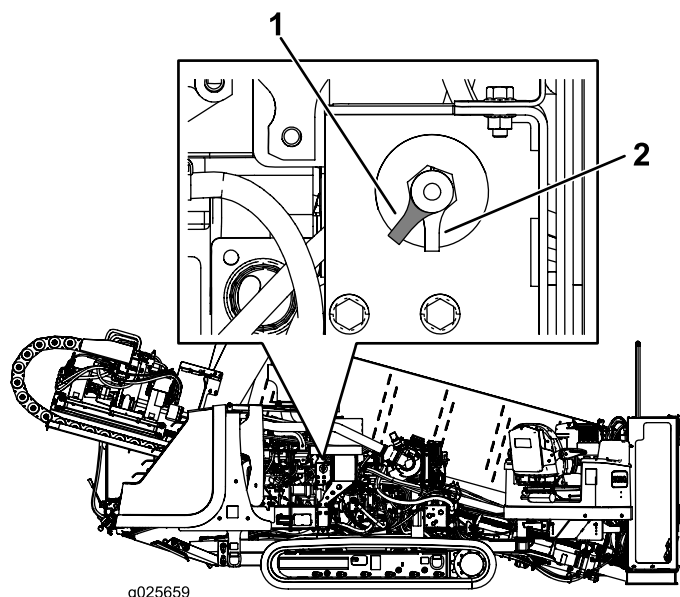

Рисунок 47
- Чтобы подать электропитание на машину, поверните ВЫКЛЮЧАТЕЛЬ АККУМУЛЯТОРНОЙ БАТАРЕИ по часовой стрелке в положение ON (Вкл.) (Рисунок 47).
- Чтобы отключить электропитание от машины, поверните ВЫКЛЮЧАТЕЛЬ АККУМУЛЯТОРНОЙ БАТАРЕИ против часовой стрелки в положение OFF (Выкл.) (Рисунок 47).